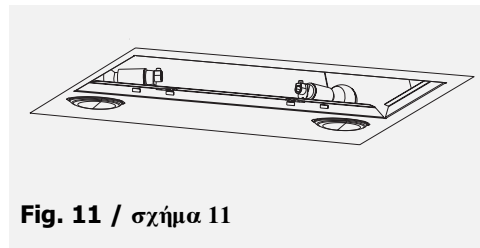

Fig. 11 / σχήμα 11
2. Desenrosque a lâmpada E14-40W e substitua-a (**fig. 11**).